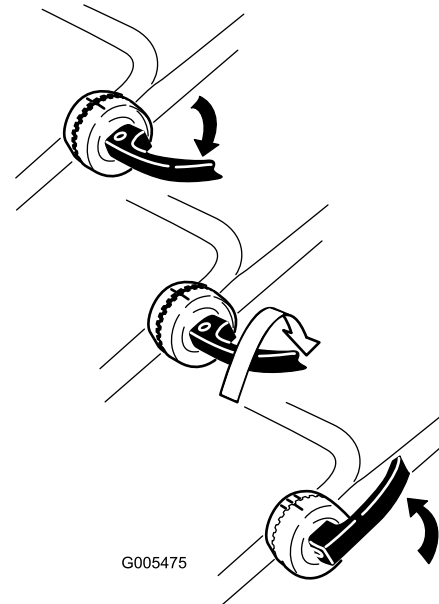

Figuur 4
2. Maak de vergrendelingen van de bovenste handgreep los; draai de bovenste handgreep omhoog en zet deze vast in een stand die u prettig vindt (Figuur 4).
Opmerking: U kunt de bovenste handgreep in een van de drie standen zetten. Zet het merkteken op een lijn met een van de drie merktekens op de binnenkant van de vergrendelingen van de bovenste handgreep (Figuur 4).